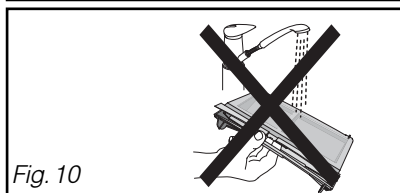

Fig. 10
**Il ne doit surtout pas être passé sous l'eau (Fig. 10).**